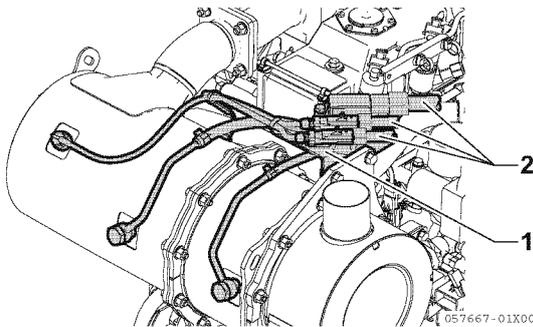

Figure 13-19
- Retirez le capteur de pression différentielle d'échappement branché sur le support de capteur (1, **Figure 13-19**) et le câblage entre le moteur ou la machine entraînée et les coupleurs de sonde de température d'échappement (2 pièces) (2, **Figure 13-19**).